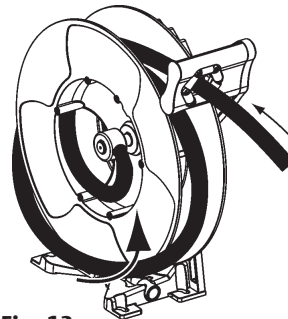

Fig. 13
2. Wickeln Sie den Schlauch eine Windung auf den Aufroller (Fig. 13).